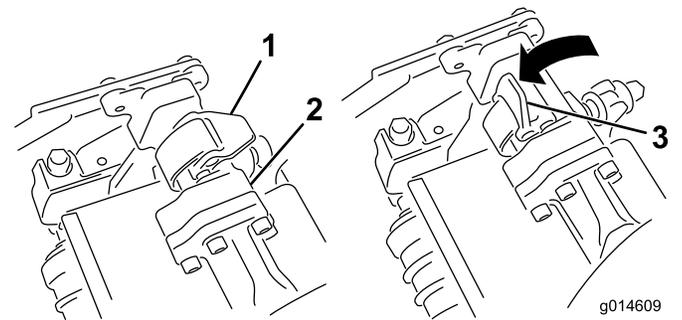

图33
4. 向下并绕着滚刀组横杆关闭门锁，将它们锁定到位（图33）。
4. 打开您正在拆下的滚刀组悬挂臂上的闩锁 (图33)。